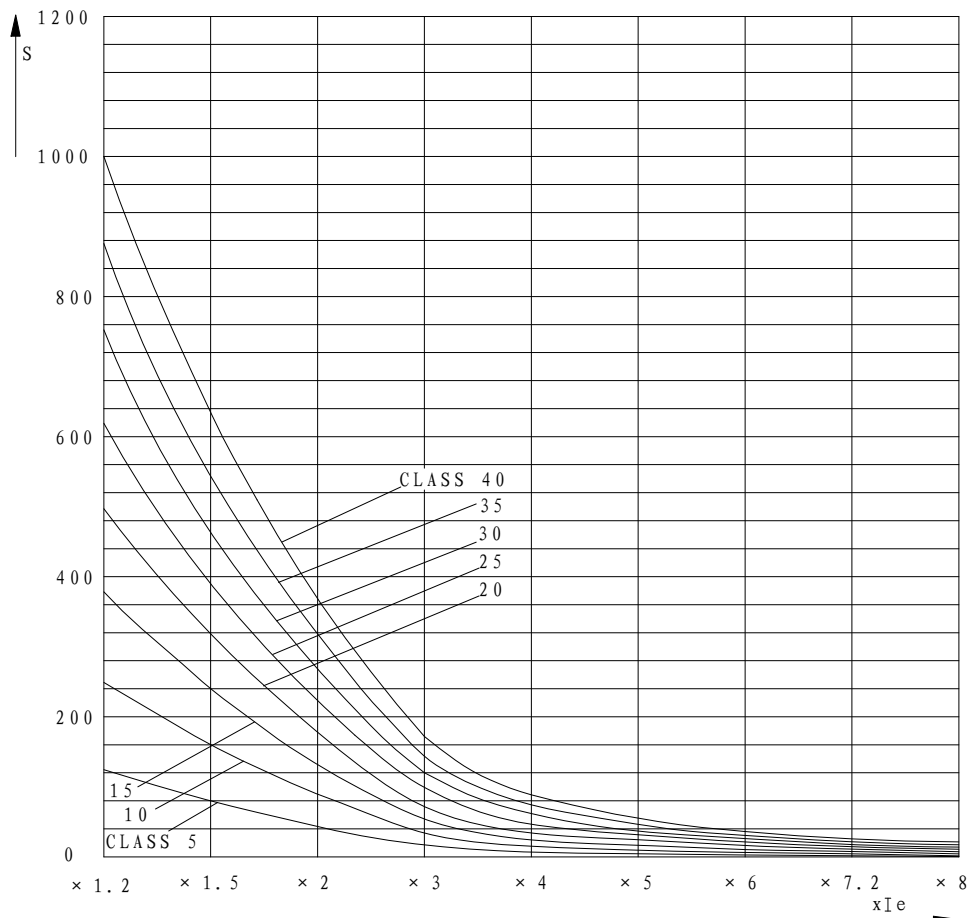

图 14 过载特征曲线图
■ 过载保护电流—时间对照表如表 18 所示，过载特征曲线图（K 曲线图）如图 14 所示。